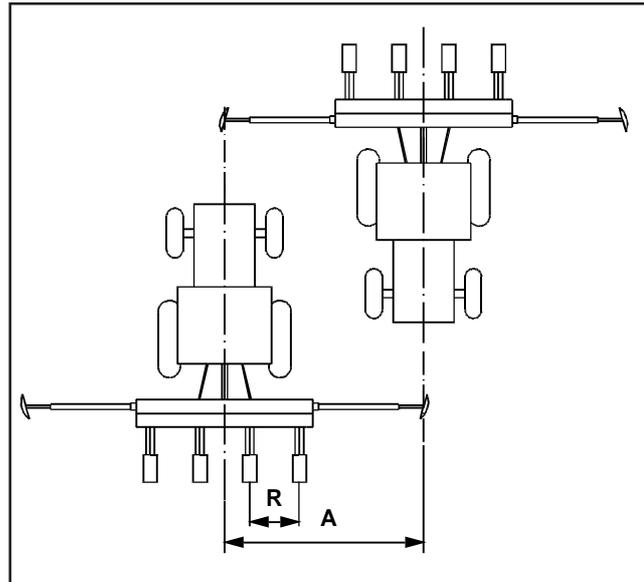

Fig. 5.8
5.2.3.1 Berechnung der Spuranreißerlänge zum Markieren einer Spur in der Schleppermitte (Fig. 5.8)